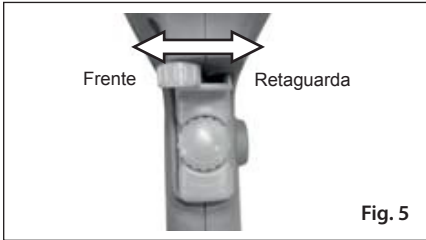

Fig. 5
6. Botão seletor de direção (fig.5).
7. Botão de seleção de direção (fig.5).